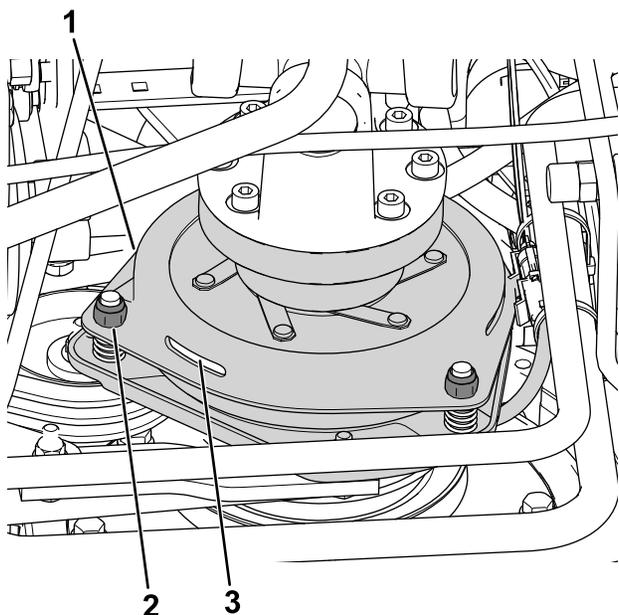

Figura 77
3. Ajuste la holgura hasta que pueda deslizarse una galga de 0,3 mm entre la guarnición del embrague y la placa de fricción con una ligera presión (Figura 77).
**Nota:** La holgura puede reducirse girando las tuercas de ajuste en sentido horario (Figura 77). La holgura máxima es de 0,6 mm. Ajuste las 3 holguras a 0,4 mm.